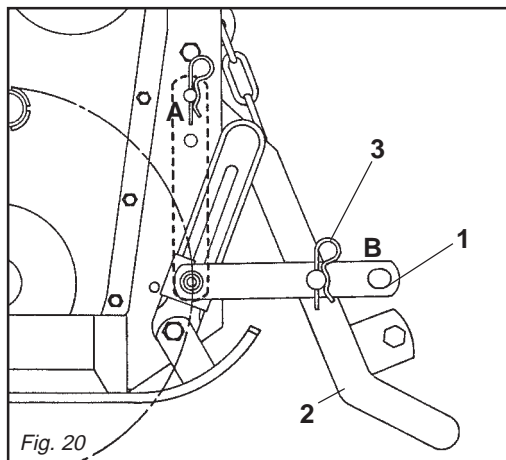

Fig. 20
- 2- Porre il piatto forato (1 Fig. 20) in posizione «B», in questo modo la lamiera livellatrice (2 Fig. 20) diventa un'ulteriore sostegno antiribaltamento della zappa-trice; inserire la copiglia di sicurezza (3 Fig. 20).
- 2- Set the perforated plate (1 Fig. 20) in position «B». This will allow the levelling plate (2 Fig. 20) to become a further support to prevent the steering hoe from overturning. Insert the safety split pin (3 Fig. 20).
- 2- Die Lochplatte (1 Abb. 20) in die Position «B» bringen. Auf diese Weise wird das Nivellierschild (2 Abb. 20) zu einem weiteren Umkippschutz für die Hackfräse. Dann den Splint (3 Abb. 20) zur Absicherung einstecken.
- 2- Placez la plaque percée (1 Fig. 20) dans la position «B», la tôle de nivellement (2 Fig. 20) devient un support supplémentaire anti-basculement de la houe; metz la goupille de sécurité (3 Fig. 20).
- 2- Colocar el disco perforado (1 Fig. 20) en posición «B», de este modo la chapa niveladora (2 Fig. 20) se transforma en un ulterior soporte antivuelco de la binadora; introducir la clavija de seguridad (3 Fig. 20).